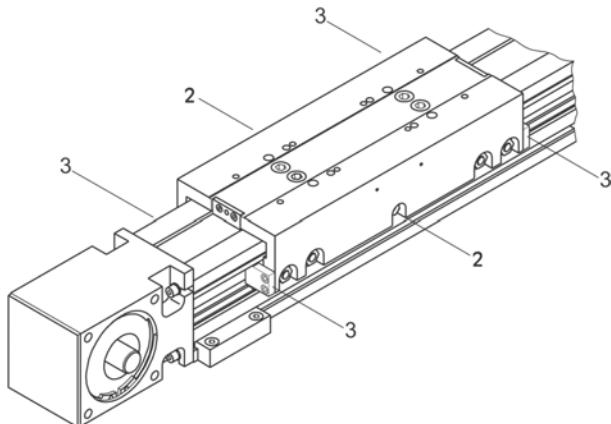

Fig. 10: Nipplo di lubrificazione WIESEL SPEEDLine® misure WH 50, WH 80, WH 120 e asse Z
2. Inserire la puleggia sincrona (4) con il calettatore DKWN di diametro interno 8 mm (5) nell'alberino di azionamento del WM40.
3. Fissare il motore di azionamento con la flangia intermedia (12) all'alloggiamento. Non serrare le viti.
4. Inserire la puleggia sincrona (10) con il calettatore DKWN di diametro interno 14 mm (11) nell'albero motore.
5. Montare la cinghia dentata (3) su entrambe le pulegge sincrone e allineare le pulegge. Fissare ora le pulegge sincrone con i calettatori DKWN sull'alberino di azionamento e sull'albero motore (per le coppie di serraggio vedi tabella pagina 56). Distanza tra spigolo superiore dell'alloggiamento e puleggia sincrona 2,5 mm (vedi fig. 10).